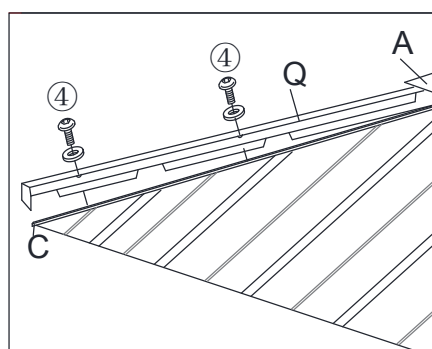

Fig.12.2
12. Placez le couvercle du panneau supérieur (Q) sur le dessus de la barre supérieure longue (C), puis insérez le couvercle du panneau supérieur (Q) dans l'espace entre le connecteur central supérieur (A) et la barre supérieure longue (C). Fixez ensuite le couvercle du panneau supérieur (Q) à la barre supérieure longue (C) avec le boulon (④). Voir Fig.12 (Fig.12.1 — Fig.12.2). Serrez complètement les boulons.